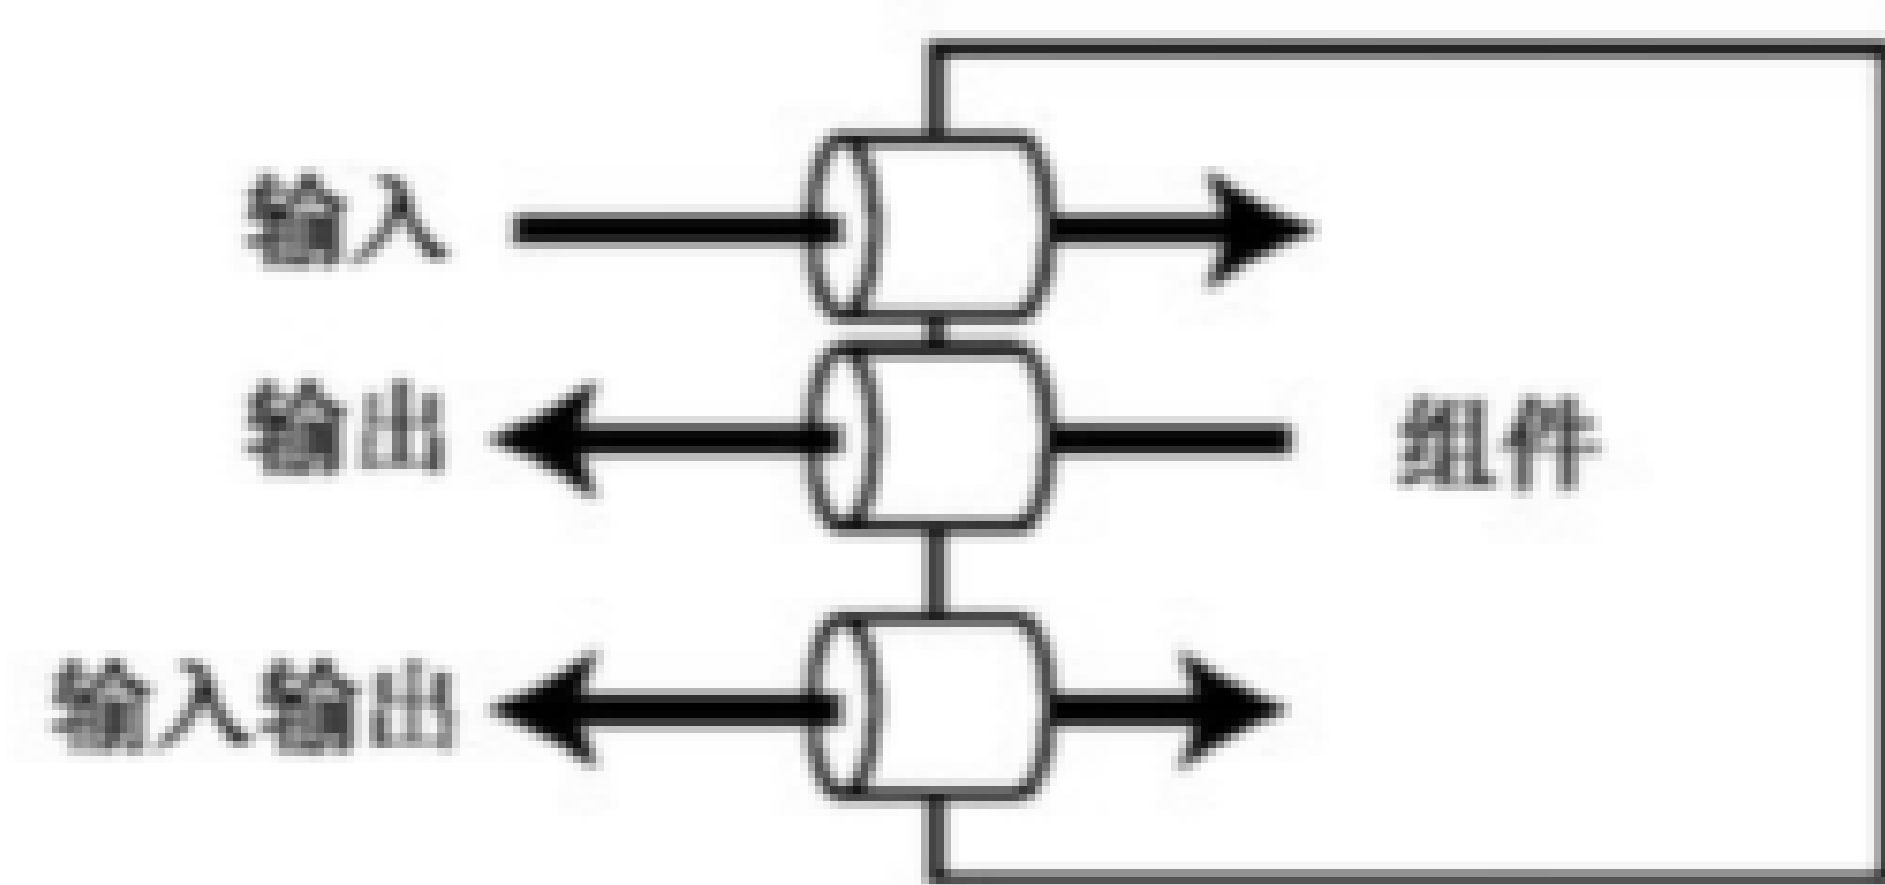

图 22 输入/输出端口与信号方向关系示意图
- g) direction:此属性指定端口的信号方向,如图 22 所示。参数应为下列之一: